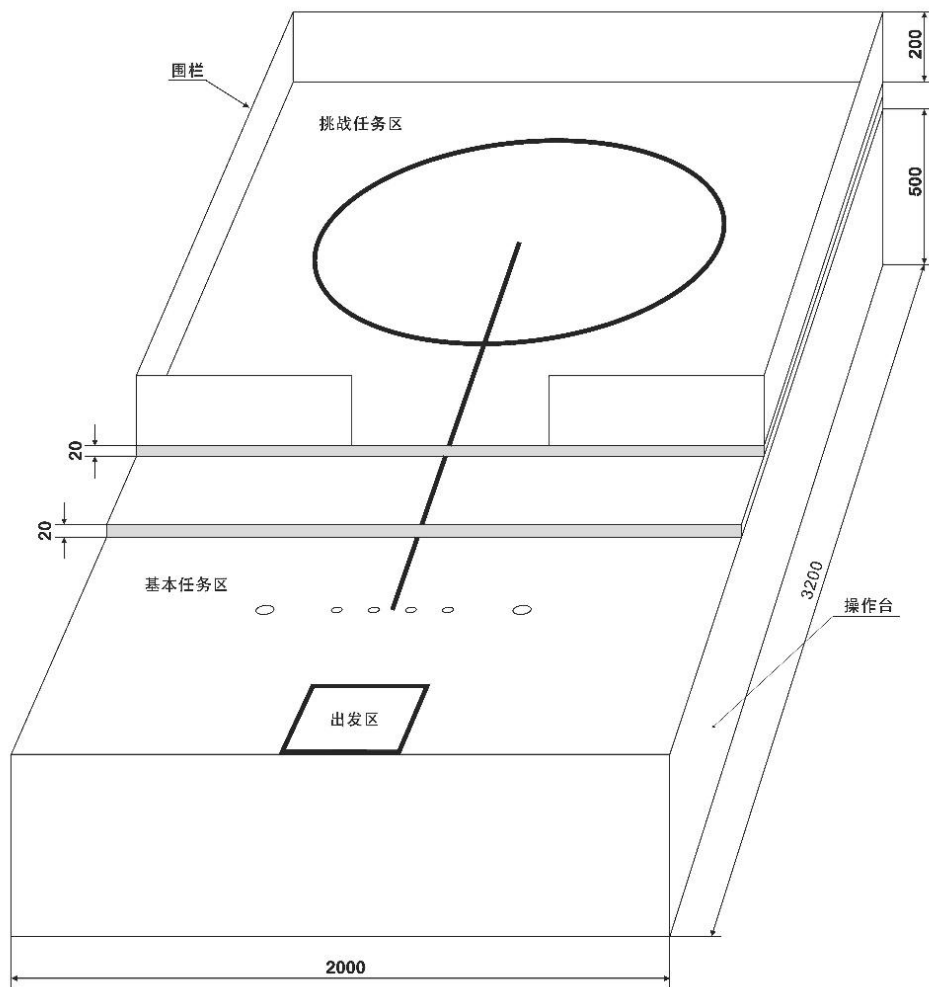

图 2 场地侧视示意图
1.2 场地被布置在平整的地面上（取消操作台），挑战任务区围栏（如果有）高度约为 200mm ，如图 2 所示。
待分拣物品为若干个圆球，直径约 40mm，重量在 4g 至 10g 之间，颜色为红色（参考色值 C0 M100 Y100 K0）和绿色（参考色值 C100 M0 Y100 K0），材质为 EVA。待分拣物品被摆放在任务区（如图 2 所示），具体位置以现场公布为准。
3.2 基本任务区内放置物品收纳桶，其位置如图 2 所示，外观颜色为蓝色（参考色值C100 M60 Y0 K0）。